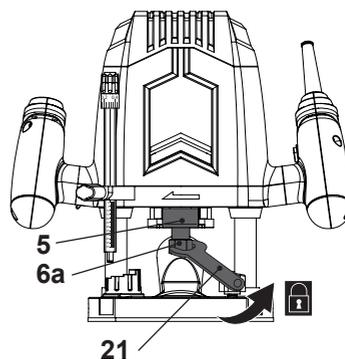

Рис. 5
- > Прижмите и удерживайте зажим шпинделя (5), пока затягиваете зажимную гайку (6а) ключом (21) (Рис. 5).